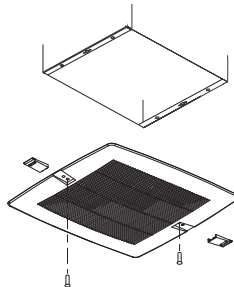

Figura 7 — Fijación de la Rejilla
3. Deslice las cubiertas del tornillo de acoplamiento sobre los tornillos de acoplamiento, como se muestra en la Figura 7.
Lista de Repuestos para Ventiladores Aislados (Consulte la Figura 7)